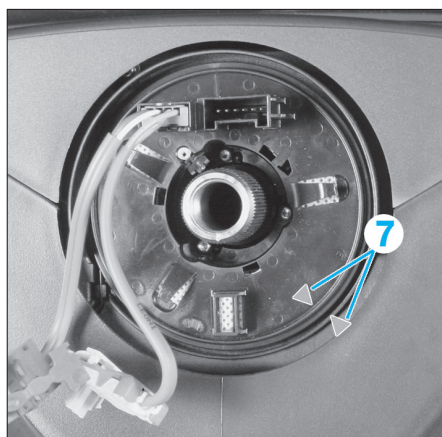

FIG. 8
À la repose, contrôler l'alignement des repères (7) du contacteur tournant (fig. 8). Procéder à la mise en service du système d'airbag.